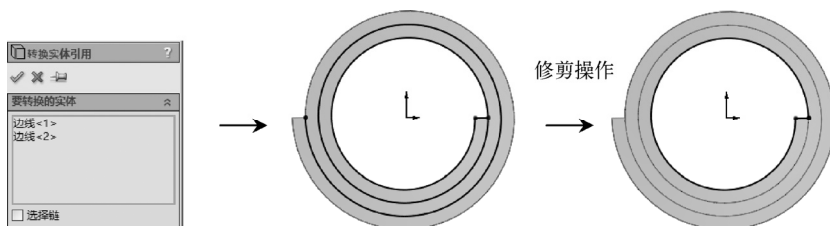

图 4-93 创建底部边界轮廓线
STEP 4 进入 **STEP 3** 所创建的平面的草绘模式，并将此曲面隐藏，然后显示 **STEP 2** 扫描的曲面，单击“转换实体引用”按钮，选择螺旋面的内边线和接口处的横线创建底部边界轮廓线，如图 4-93 所示（使用修剪操作将不需要的部分删除）。